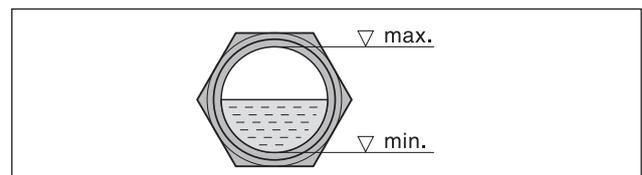

Fig. 4 Niveau d'huile dans le regard d'huile
- Après une éventuelle correction du sens de rotation, redémarrez le moteur, puis arrêtez-le à nouveau après env. 2 minutes pour ajouter l'huile manquante jusqu'au bord supérieur du regard d'huile (Fig. 4/I). Répétez cette opération de rajout d'huile à l'orifice de remplissage (Fig. 2/H) pour remplir complètement les conduites d'huile.